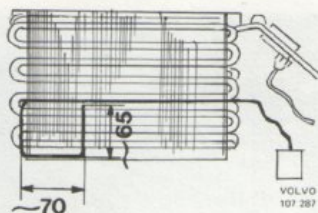

Bild 37. Montering av termostat och känselkropp i förångare av sen.utf.
5. Vid monteringen av termostaten i den nya förångaren träs känselkroppen genom hålen i flänsarna. Känselkroppens ände bockas och träs in mellan flänsarna enligt måttanvisningarna i bild 37.